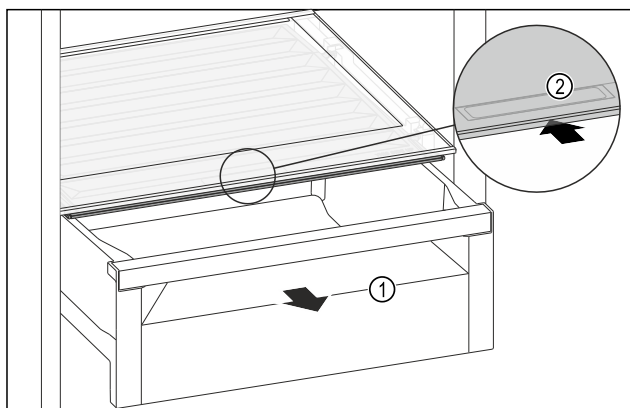

Fig. 104
- ▶ Extrageți sertarul Fig. 104 (1).
- ▶ Prindeți mânerul încastat Fig. 104 (2) de la capacul compartimentului și glisați concomitent capacul compartimentului spre partea posterioară.